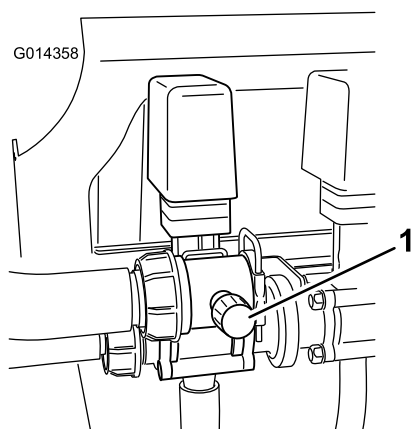

Figure 18
9. Réglez la vanne de dérivation (Figure 18) à l'arrière de la vanne d'agitation jusqu'à ce que la pression indiquée soit 100 psi.